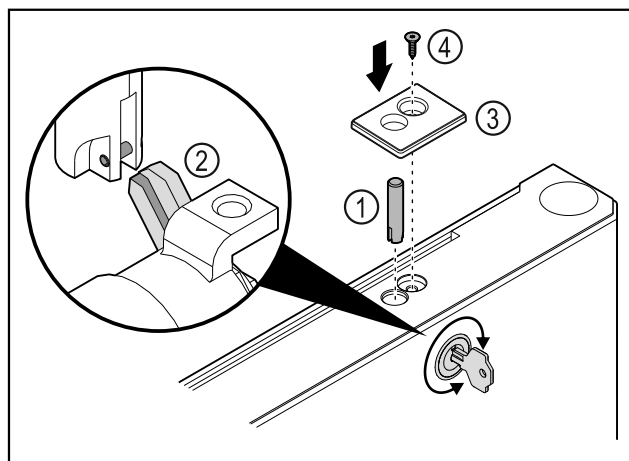

Fig. 38
- Inserire il perno della serratura Fig. 38 (1).
- Ruotare leggermente la serratura in modo che il rispettivo perno Fig. 38 (2) si innesti nella fessura della serratura.
- Inserire la copertura Fig. 38 (3).
- Inserire la vite Fig. 38 (4).